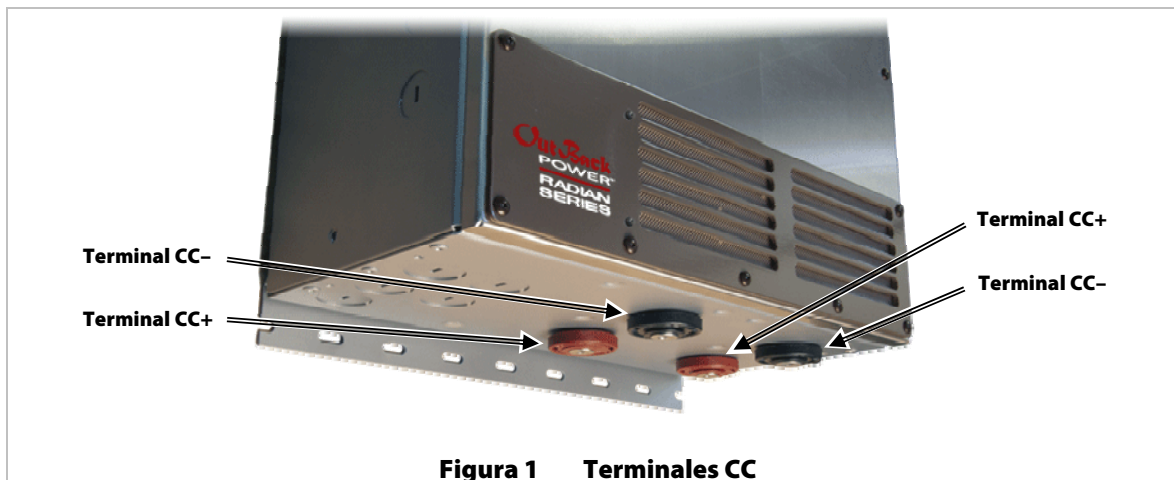

Figura 1 Terminales CC
Una vez que estas conexiones estén apagadas, compruebe con un voltímetro que NO haya voltaje en los terminales de CC+ a CC– (consulte la figura 1).
7. Retire las tuercas del terminal de la batería que fijan el módulo de alimentación al chasis. Se encuentran alrededor de los terminales CC+ y CC-. Gírelas en sentido contrario a las agujas del reloj para retirarlas. Puede hacerlo con una llave de correa si hay espacio suficiente; de lo contrario, puede que sea necesario hacer palanca lateralmente con un destornillador. Consulte la figura 1.